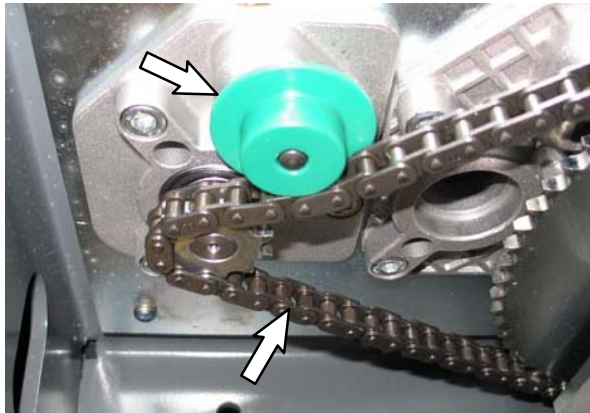
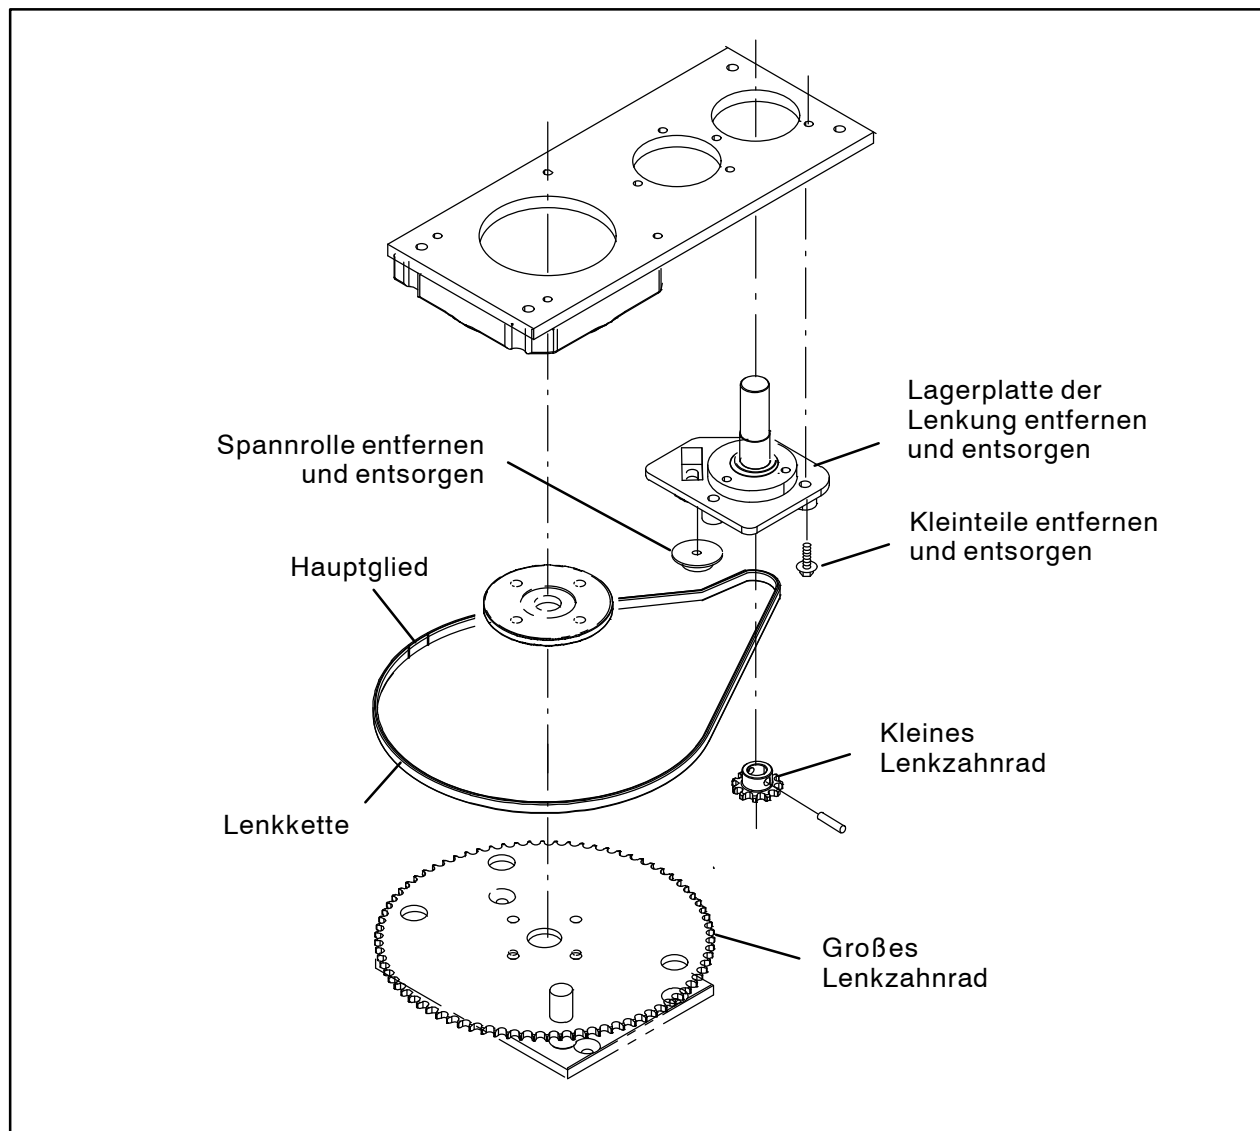
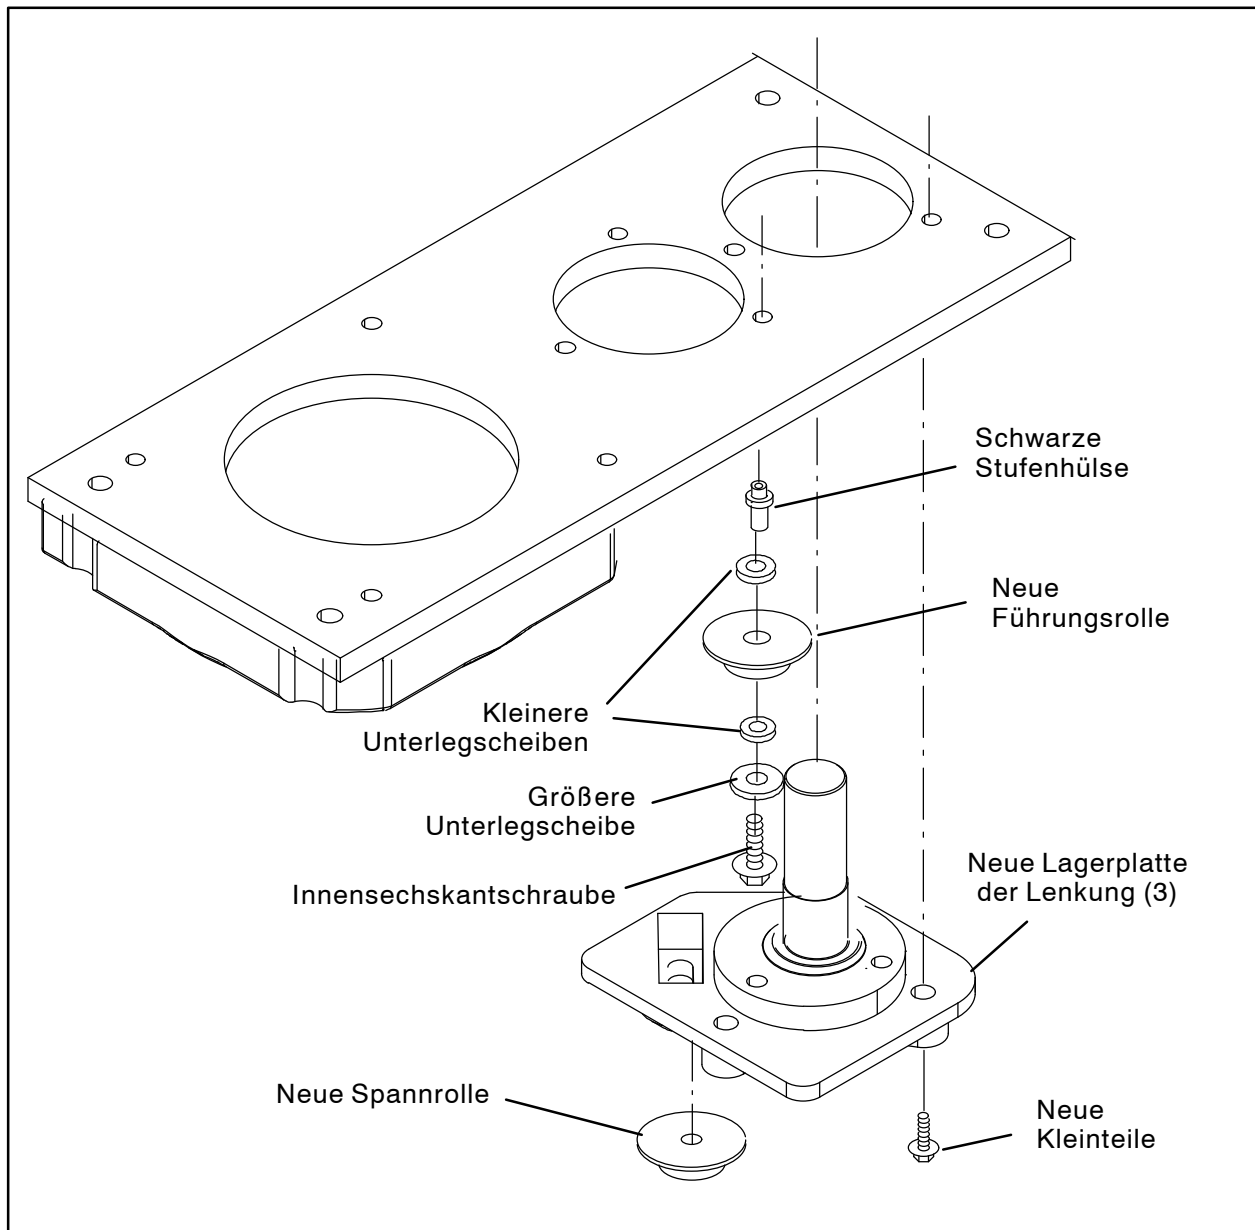
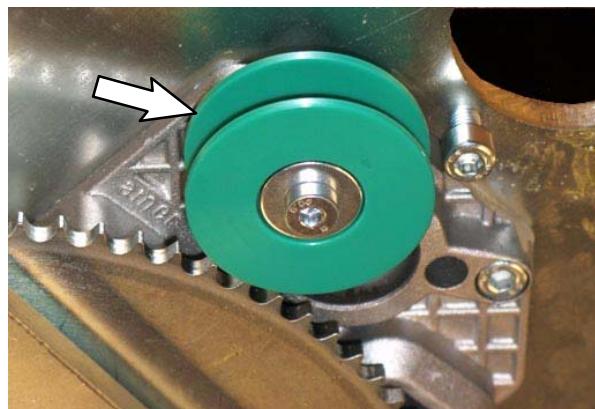

ABB. 17
ABB. 18
ABB. 19
ABB. 20
19. Entfernen Sie die Kette von den Lenkzahnradern. Bei Entfernung der Lenkkette fällt die Spannrolle von der Lenkvorrichtung ab. Entsorgen Sie die Spannrolle. (Abb. 17 / Abb. 18)
20. Entfernen Sie die Lagerplatte der Lenkung von der Maschine. Entsorgen Sie die Lagerplatte der Lenkung und die Kleinteile. (Abb. 18)
21. Verwenden Sie die Innensechskantschraube, die größere Unterlegscheibe, die beiden kleineren Unterlegscheiben und die schwarze Kunststoffhülse, die mit der neuen Lagerplatte der Lenkung (3) geliefert werden, um die neue Führungsrolle in die Maschine einzusetzen. Ziehen Sie die Kleinteile mit 18,5–24 Nm / 13,6–17,7 ft lbs fest. (Abb. 19 / Abb. 20)
23. Drücken Sie die neue Spannrolle auf die Lagerplatte der Lenkung (3) und setzen Sie die Lenkkette wieder ein. (Abb. 17 / Abb. 18 / Abb.19)